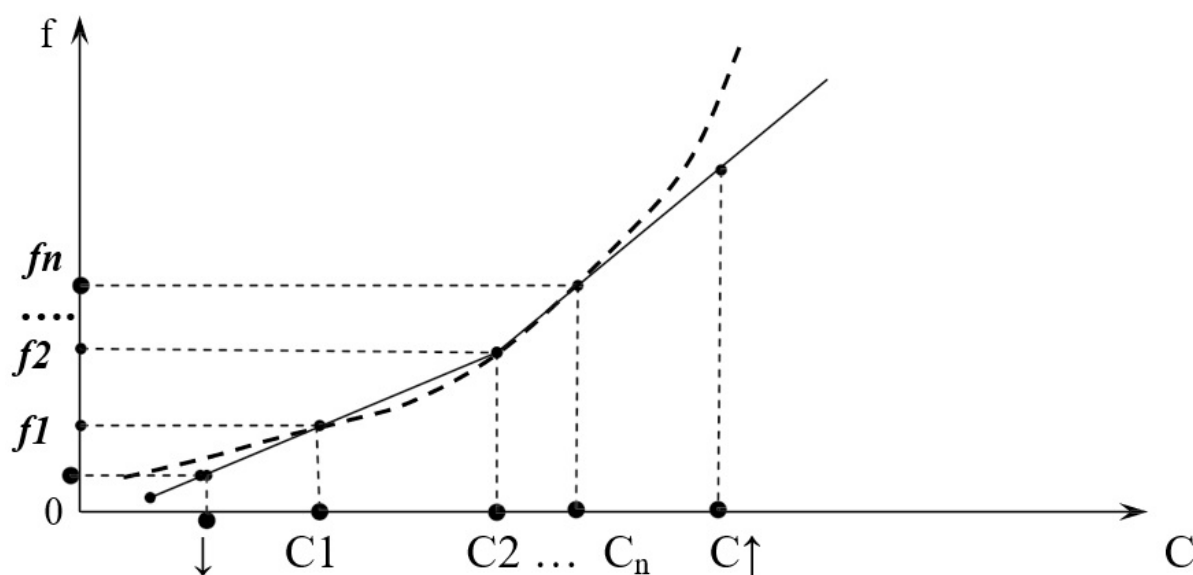

Рис. 11. Зависимость средней частоты f от концентрации C .
Целью градуировки концентратора является задание функциональной зависимости между входным параметром - средней частотой следования импульсов от БД и основным измеряемым параметром – концентрации. Зависимость является функцией с положительным коэффициентом наклона (рис. 11).
2.5.3.2 Проверьте правильность определения градуировочных точек путем построения графика (см. рис. 11). При переносе записанного архива в компьютер график градуировочной зависимости можно увидеть на экране. При желании его можно распечатать на принтере. Обратитесь к документу «Руководство пользователя. Программа ArcReaderPjt».